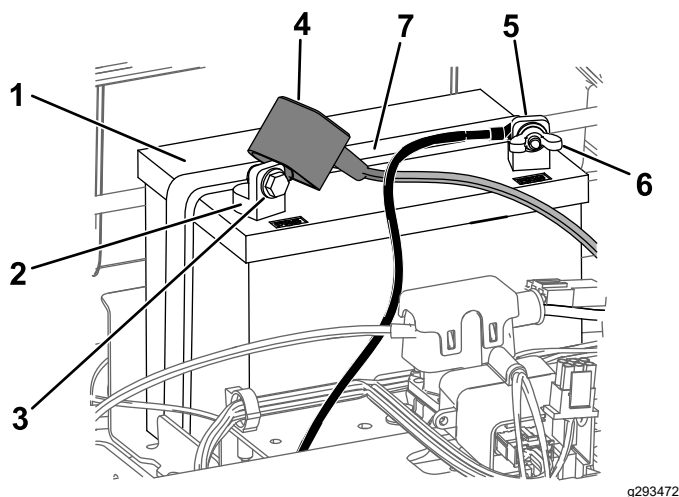

Figure 52
4. Débranchez le câble négatif (noir) de mise à la masse de la borne de la batterie (Figure 52).
6. Débranchez le câble positif (rouge) de la borne de la batterie (Figure 52).
7. Déposez la barrette de maintien de la batterie (Figure 52) et soulevez la batterie de son support.
1. Placez la batterie dans son support (Figure 52).
5. Fixez la batterie en place à l'aide de la barrette de maintien (Figure 52).